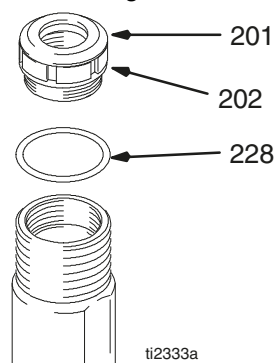

Fig. 13
Fig. 13. Breng de afdichting (201) aan in de pakkingmoer (202). Plaats het halsafstandsstuk (228) op de pakkingmoer aan. Draai de pakkingmoer in de cilinder, maar draai ze nog niet vast.